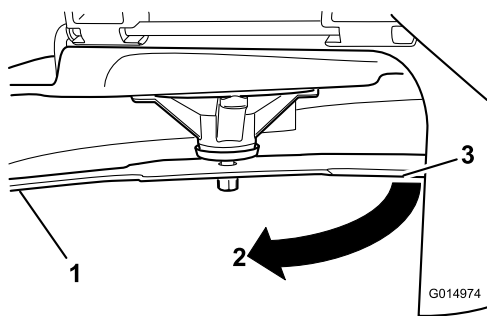

Bild 72
3. Zweiter zwischen Messer und Oberfläche (B) gemessener Abstand
4. Drehen Sie dasselbe Messer um 180 Grad, sodass die andere Schnittkante jetzt in derselben Stellung ist (Bild 72).